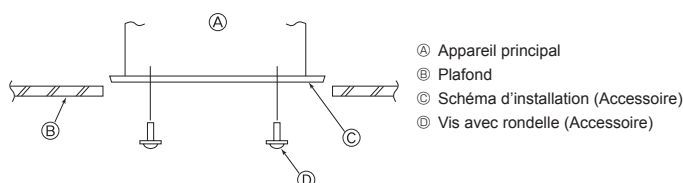

Fig. 2-7
2.6. Confirmer l'emplacement de l'appareil principal et serrer les boulons de suspension (Fig. 2-7)